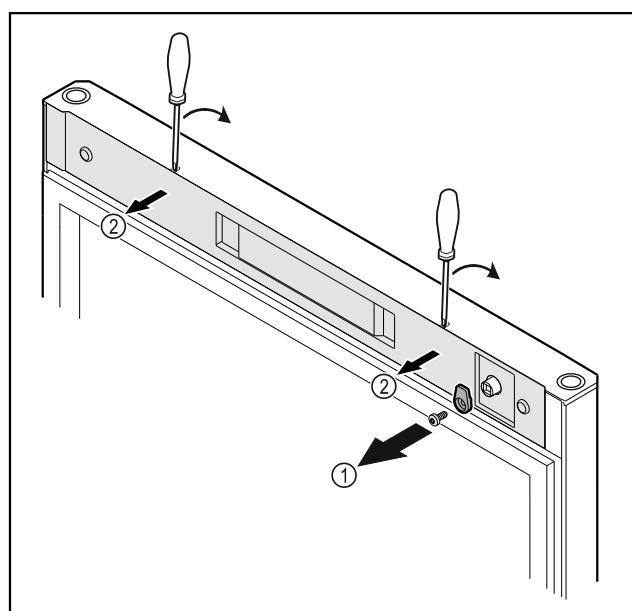

Fig. 20
► Deșurubați *Fig. 20 (1)* cârligul de închidere.
► Deblocați apărătoarea *Fig. 20 (2)* cu o șurubelnită mică și detașați-o.